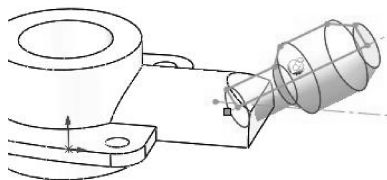

图 3-112 创建旋转特征 1
- 退出草绘环境后, 在旋转属性面板中单击【应用】按钮, 完成创建, 如图 3-112 所示。